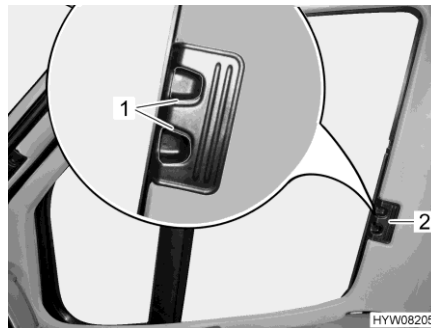

Bild 82 Faltverdunklung (Fahrer-/
- Entriegelungsgriffe (Bild 82,1) zusammendrücken und gedrückt halten.
- Die Faltverdunklungen für das Fahrerfenster und das Beifahrerfenster am Griff (Bild 82,2) zur anderen Fensterseite ziehen und an den Magnetstreifen aneinanderfügen.
- Die Faltverdunklungen für das Fahrerfenster und das Beifahrerfenster am Griff (Bild 82,2) bis zum Anschlag einschieben.
- Entriegelungsgriffe (Bild 82,1) loslassen und einrasten lassen.